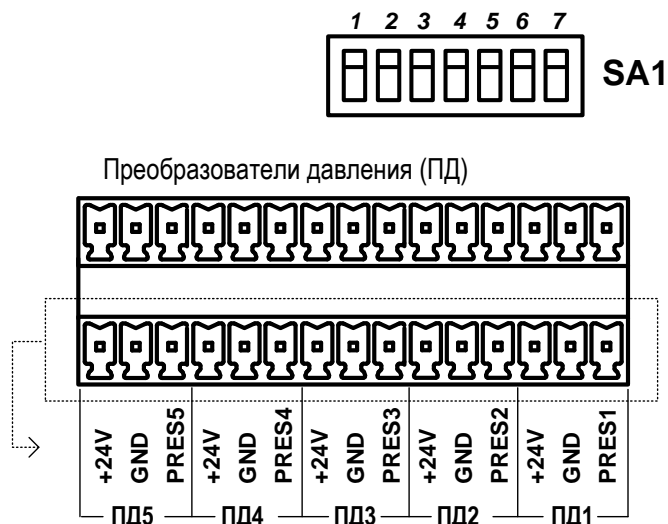

Рис.30. Обозначение коммутационных элементов подключения ПД.
7.5.5.1. Входы предназначены для подключения преобразователей давления, имеющих унифицированный токовый сигнал в диапазоне 0–5, 0–20 или 4–20 мА. Обозначение коммутационных элементов для подключения ПД показано на рис.30.